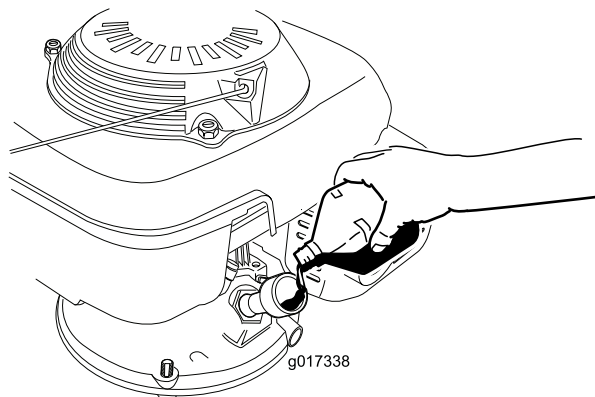

图7
3. **慢慢**将机油倒入注油孔等待 3 分钟将量油尺擦干净后插入注油孔**不是**拧入加油盖 (图7) 检查量油尺上的机油油位。